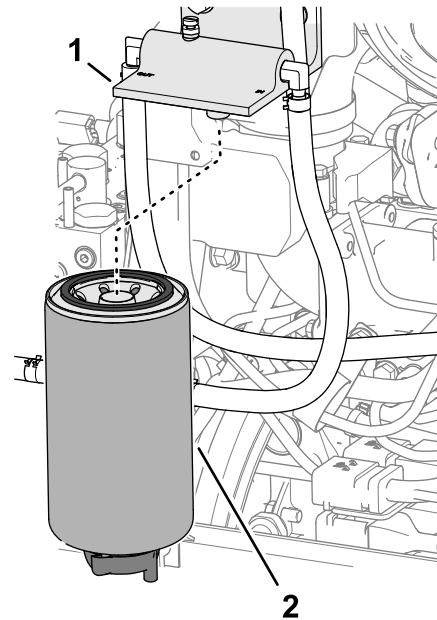

Figura 118
2. Limpie el filtro del separador de combustible/agua y el cabezal del filtro (Figura 118).